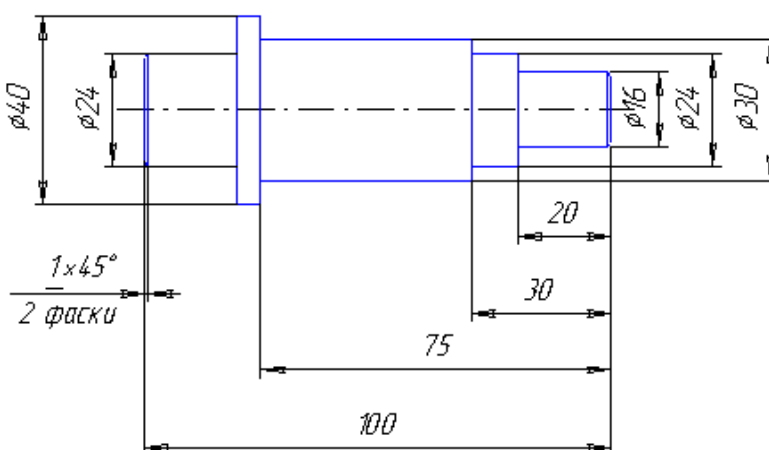

Рис. 12. Размеры вала.
- Включите **инструмент Непрерывный ввод объектов** на панели инструментов Геометрия. **Привязка**³ к началу координат (курсор в виде крестика), тип привязки – ближайшая точка. Размеры звеньев ломаной линии указаны на рис. 12. Закончите создание ломаной линии щелчком по кнопке Создать объект на панели Свойств.
Дано: форма вала и его размеры см. на рис. 12 и 16.